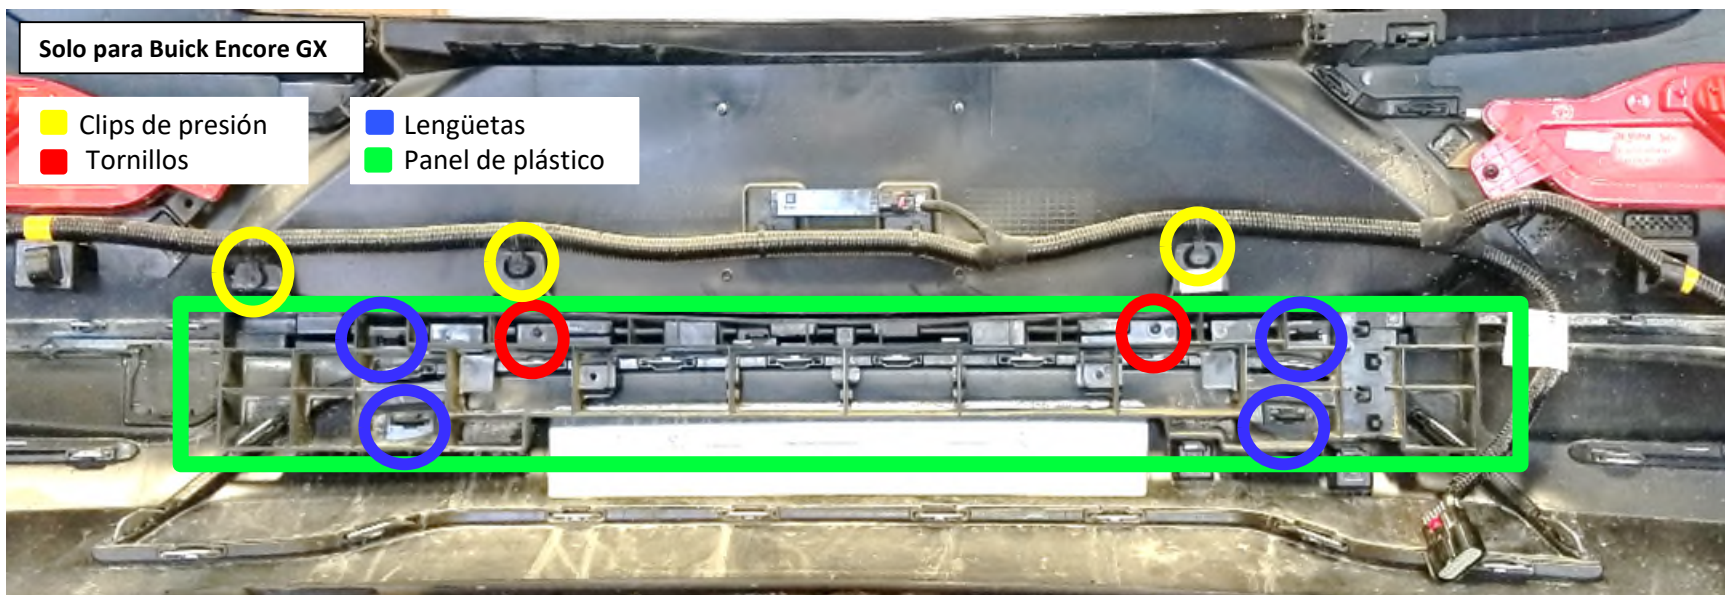

**Figura 4**
5. **Recortar la fascia:** Ubicar el centro de la fascia. Con una cinta de medir, marcador y navaja utilitaria, recortar una muesca en la parte inferior de la fascia. **Consultar la Figura 3 para Trailblazer y la Figura 4 para Encore GX** para conocer las dimensiones del área de recorte. **Nota:** Verificar que el área esté libre de todo el cableado eléctrico antes de recortar.